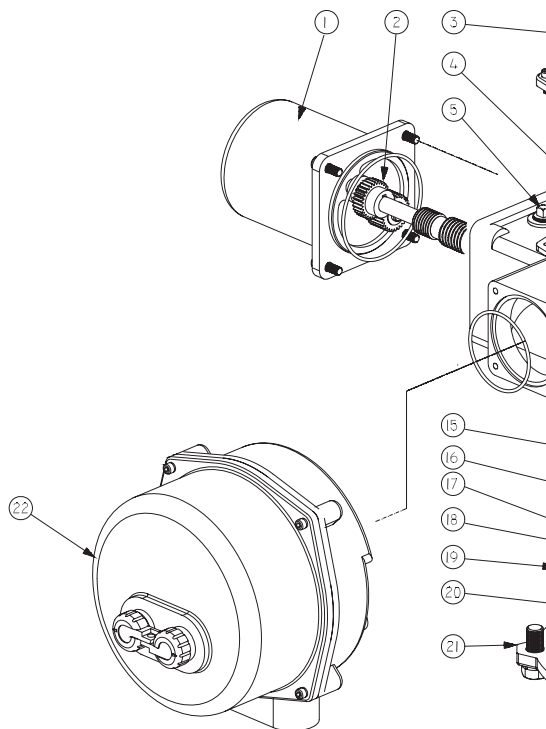
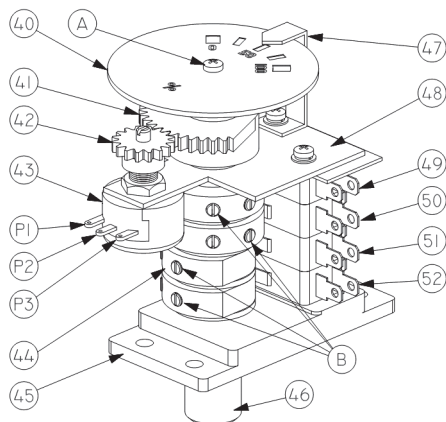
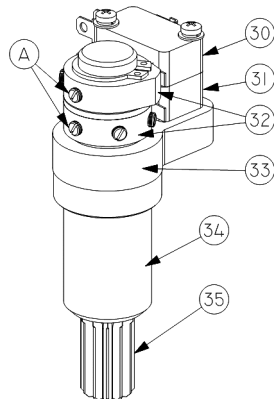

Рис.1 Электропривод ГЗ-ОФ КС
Рис. 2 Индикатор положения затвора арматуры
Рис.3 Двухсторонняя муфта ограничения крутящего момента
Электропривод состоит из следующих узлов и деталей (рис.1): электродвигателя (1); силового редуктора, в состав которого входит: червячный редуктор (11, 16), червячный редуктор маховика ручного дублера (13,19) и планетарная передача (18); двухсторонней муфты ограничения крутящего момента (моментной муфты) (4); ограничителя хода выходного вала (6); индикатора положения затвора арматуры (40, 47) (рис.2); выходного вала (15); механических упоров открытия и закрытия (9,10); клеммной коробки (22) и корпусных деталей.
Вращение электродвигателя (1) через прямозубую цилиндрическую шестерню (2) передается на червячный редуктор (11, 16), который соединен через планетарную передачу (18) с муфтой сцепления (20). Вращение муфты сцепления обеспечивает вращательное движение выходного вала (15). Выходной вал электропривода механически связан с индикатором положения затвора арматуры (40, 47) (рис.2) и ограничителем хода
Ограничитель хода выходного вала (6) механически связан с выходным валом (15). При достижении ограничителем хода выходного вала заданных параметров микровыключатели (49,50,51,52) (рис.2) отключают электропитание электродвигателя.
Индикатор положения затвора арматуры (40,47) (рис. 2) механически связан с валом ограничителя хода выходного вала. После надлежащей настройки указания индикатора соответствуют определенным положениям затвора арматуры независимо от режима работы электропривода – ручного или электрического.
При достижении предварительно установленной величины крутящего момента в положении ЗАКРЫТО или ОТКРЫТО, либо в случае аварийного заклинивания штока затвора арматуры в промежуточном положении, выходной вал (15) (рис.1) с червячным колесом (16) останавливается, а червяк (11), ввинчиваясь в венец червячного колеса (16), вследствие продолжающегося вращения ротора электродвигателя, начинает перемещаться в осевом направлении, сжимая тарельчатые пружины (12). Величина сжатия тарельчатых пружин определена настроенным крутящим моментом моментной муфты. Поступательное движение червяка (11) приводит к вращению вала моментной муфты (34) (рис.3). Кулачки (32), расположенные на валу моментной муфты, нажимают кнопки муфтовых микровыключателей (30, 31), размыкая цепь управления питанием электродвигателя электропривода.
2.6 МЕХАНИЧЕСКИЕ УПОРЫ (рис. 1)
Ручной режим не требует установки. Вращая маховик ручного дублера устанавливаем нужное положение затвора арматуры. Ограничение хода выходного вала происходит по механическим упорам (9, 10) (рис. 1). Переход на режим работы от электродвигателя происходит автоматически при включении электродвигателя.
Снять крышку корпуса клеммной коробки (22) (рис.1). Подключить электропривод согласно схеме (рис.3). Закрыть крышку корпуса клеммных колодок. При помощи маховика перевести затвор арматуры в среднее положение. Далее проверить направление движения затвора арматуры при работе от электродвигателя на открытие и закрытие: диск индикатора положения затвора арматуры (40) (рис. 2) должен вращаться в сторону закрытия (открытия). Пуск осуществлять
3. Для направлений открытия или закрытия: ослабьте винты (А) (рис. 3) и поверните кулачок (32), соответствующий нужному микровыключателю. Для муфтового микровыключателя открытия (30): поворачивая кулачок по часовой стрелке - усилие увеличивается. а для муфтового микровыключателя